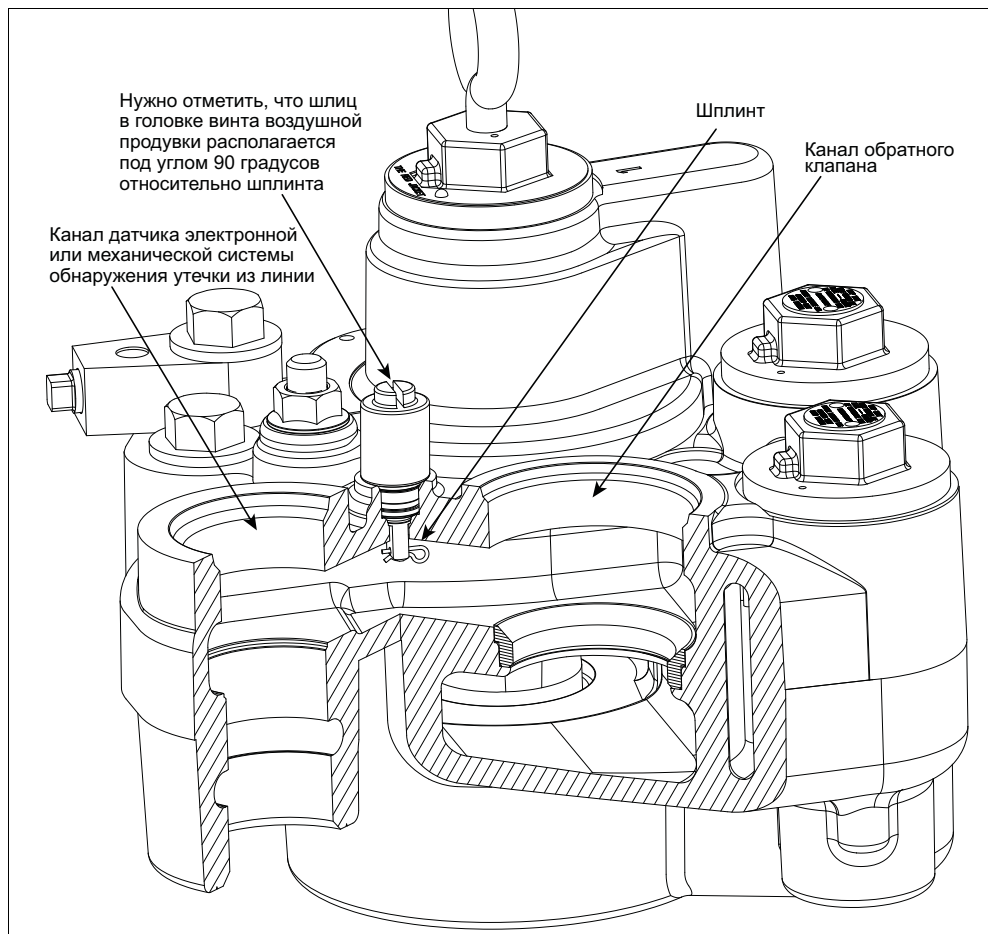

Рис. 39. Местоположение шплинта винта воздушной продувки
6. Ход винта воздушной продувки ограничивается горизонтальным шплинтом (см. рис. 39).